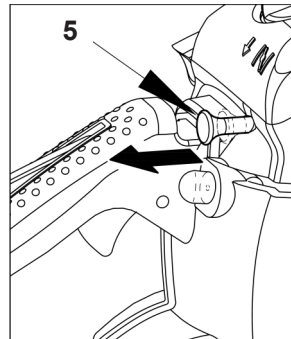

Рис. 6.4
6. Вытяните рукоятку дросселя (рис. 6.4 поз. 5). Воздушная заслонка закроеется.